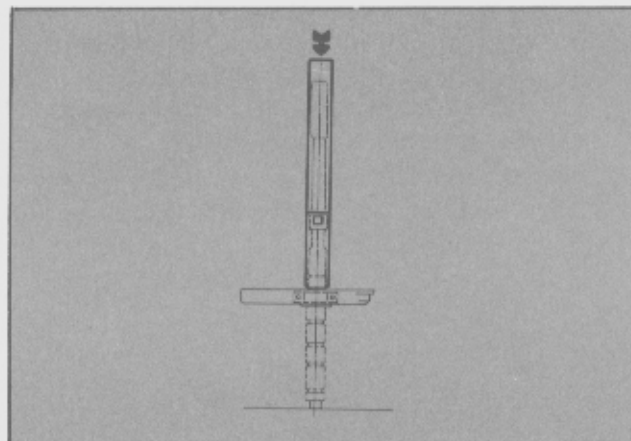

Fig. 28 - Colocación del conjunto tapa intermedia - cojinete.
- Colocar el conjunto de tapa intermedia-cojinete en el eje principal utilizando la herramienta especial T82G-7065-BAS y una prensa. Asegurar el cojinete en su posición con el anillo de retención colocado en el eje principal (Fig. 28).